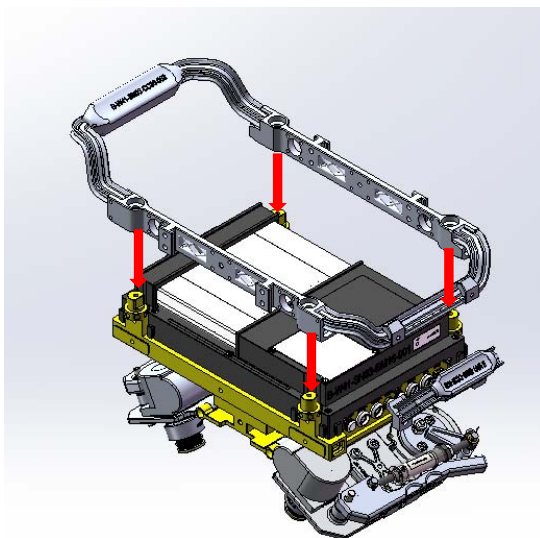

图 20-将把手对齐 MC30 安装孔
1. 移动把手，并将其对齐放置在 MC30 上安装孔（图 20）。